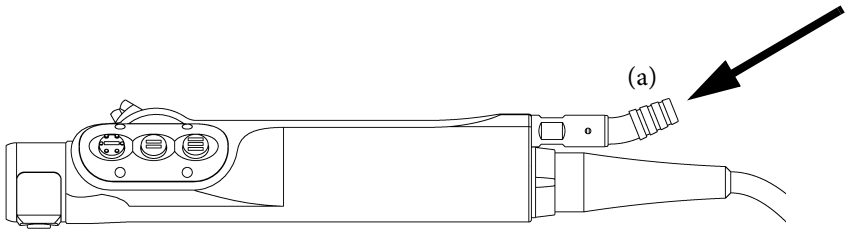

Abbildung 5: Anschluss des Absaugschlauchs
1. Schließen Sie einen Absaugschlauch an dem Schlauchanschluss (a) für den Absaugschlauch am Handstück an (siehe Abbildung 5). Der Schlauch muss alle Rippen des Schlauchanschlusses bedecken.